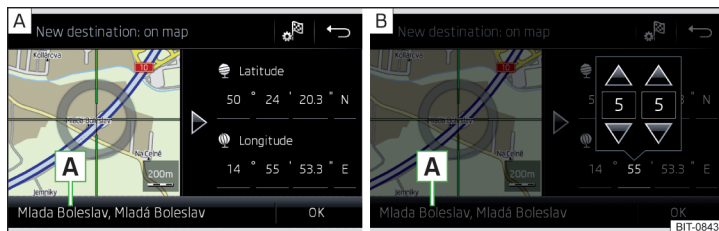

Fig. 225 Introducerea destinației: prin intermediul punctului de pe hartă/cu ajutorul coordonatelor GPS
- ▶ Prin atingerea ecranului, deplasați destinația dorită în punctul de intersecție al liniilor » fig. 225 - **[A]**.
- ▶ Atingeți și setați pe rând, valorile coordonatelor GPS » fig. 225 - **[B]**.
Dacă în datele de navigație ale Infotainment sunt disponibile informații despre punct, acestea sunt afișate în locul coordonatelor GPS (de exemplu adresa **[A]** » fig. 225).